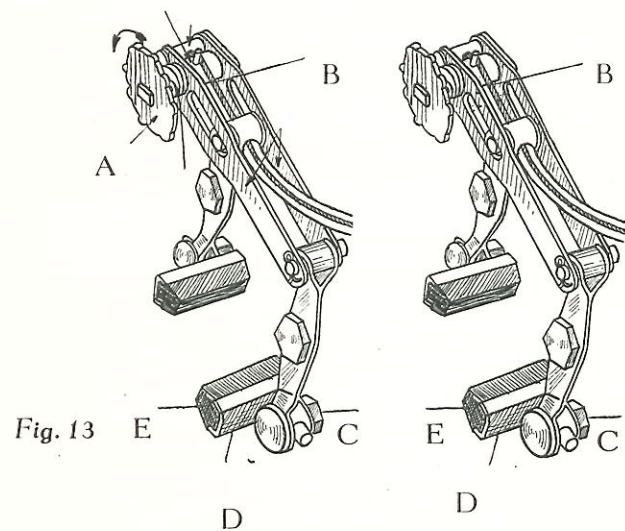

Fig. 13
Hiertoe zijn de voor- en achterrem voorzien van een stelknop A. (zie fig. 13). Door deze knop in te drukken en te draaien,* wordt de rembinnenkabel (B) meer gespannen, zodat eventueel gerekte kabels weer op de juiste lengte worden teruggebracht. Een veer zorgt ervoor, dat na het loslaten van de knop de as in een kartelgat wordt vergrendeld. Zou blijken dat de remwerking dan nog niet voldoende is, dan kan met behulp van de bevestigingsmoer C van de remblokhouder D, de afstand van remblokje E tot velg worden gecorrigeerd.